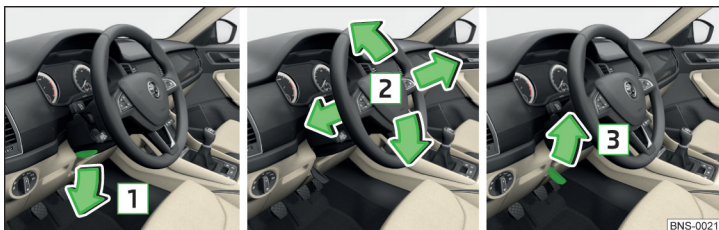

Fig. 15 Reglarea poziției volanului
- Rabatați maneta de siguranță de sub volan în sensul săgeții **1** » fig. 15.